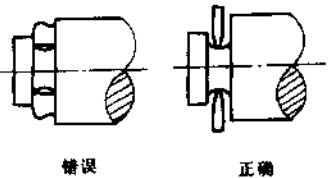

图 1-10 游标卡尺的使用(二)
(4)根据被测面的形状选择量爪的适当部位进行测量。如测量带有凹圆弧的表面时,应使用刀口状的量爪,见图 1-10。